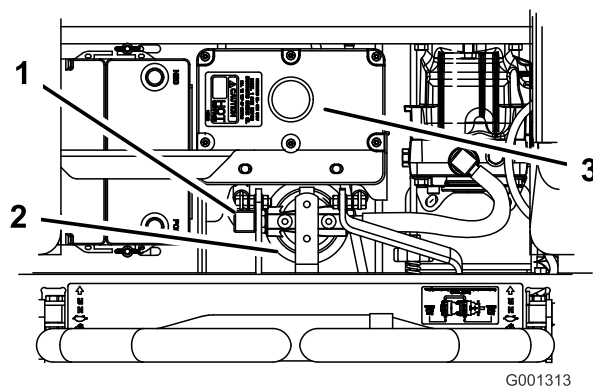

Figura 78
4. Retire el manguito hidráulico de la derecha a su entrada en el adaptador (Figura 78).
6. Vuelva a instalar el manguito hidráulico de la derecha en el adaptador (Figura 78).